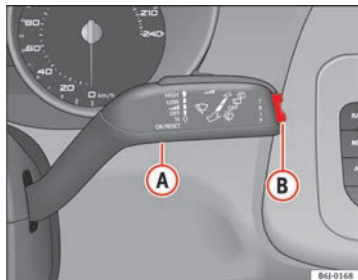

Fig. 34 Manípulo do limpa-vidros: botão A e botão basculante B
- Com a ignição ligada, premir brevemente o botão ⇒ Fig. 34 **A** do manípulo do limpa-vidros para mudar de uma memória para a outra.